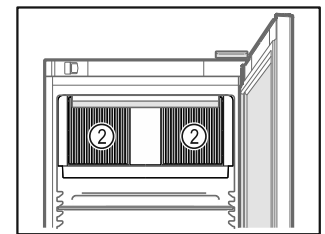

Fig. 62
- Ne pas obstruer les fentes d'aération Fig. 62 (2) du ventilateur de circulation d'air à l'intérieur de l'appareil.